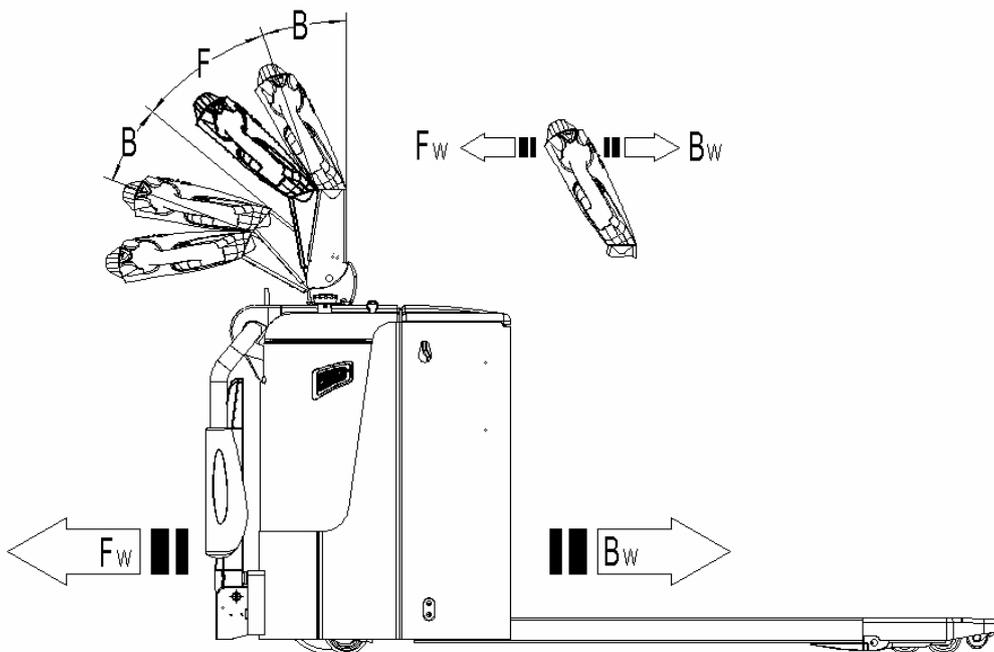

Fig. 9: Sentido de operação
Depois de ligar a máquina, inserindo a chave (10), mova a alavanca de comando para a zona de operação ('F', fig.9). Vire o botão do acelerador para a direção desejada, "FW" para frente ou "Bw" para trás. (fig. 9).